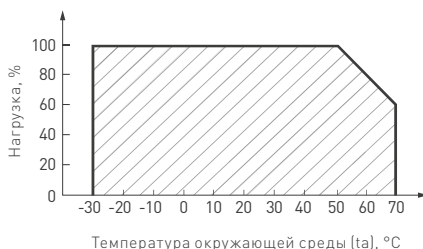

Рис. 2. Максимальная допустимая нагрузка, % от мощности источника.
- 4.3. Не нагружайте источник питания более 80% от его максимальной мощности. Учитывайте, что с повышением температуры окружающей среды максимальная выходная мощность источника питания снижается (см. график зависимости на Рис. 2).